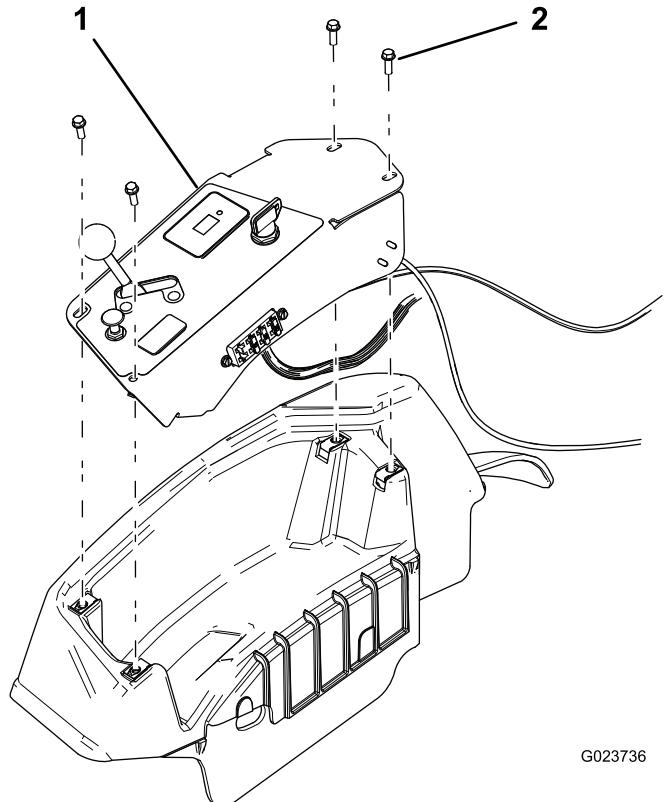

Figura 32
2. Rimuovete il quadro di comando (Figura 32).